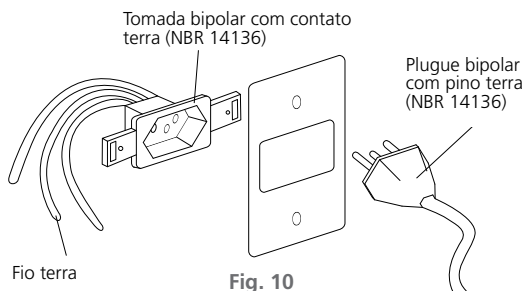

Fig. 10
- Ligar o Cooktop em uma tomada bipolar com contato terra de 3 pinos redondos (NBR 14136) (fig. 10), exclusiva, de fácil acesso, em excelente estado, dimensionada de acordo com o circuito de proteção. Em caso de dúvida, consultar um eletricista de sua confiança.